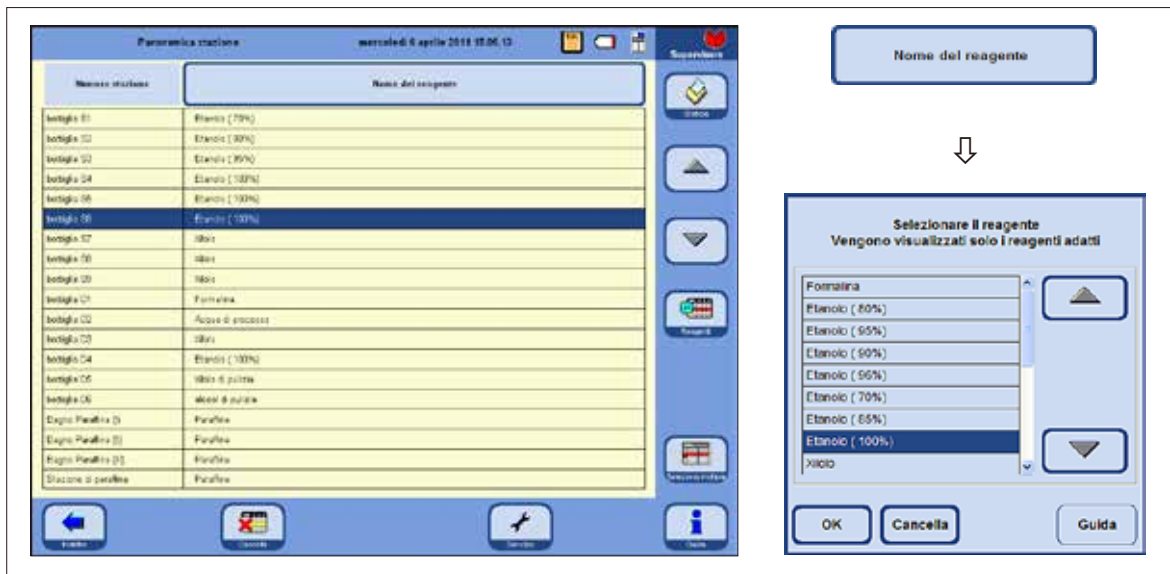

Fig. 147
La finestra **PANORAMICA STAZIONE** (fig. 147) visualizza una lista di tutte le stazioni con i reagenti correlati per essa definiti.
- Contrassegnare la stazione da riempire con un reagente nella tabella (fig. 147).
I flaconi di sistema per l'etanolo (S1-S6) devono essere riempiti come indicato nella fig. 147. Inoltre, nel programma devono essere definite tutte le sei stazioni di etanolo. Ciò viene controllato dal programma all'avvio. Nel caso di divergenze compare un messaggio di avvertimento e il programma non può essere avviato.